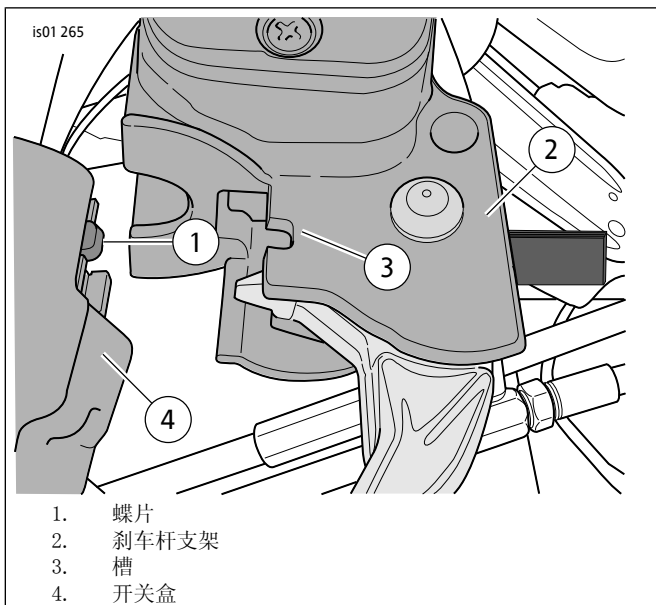

图9。刹车杆支架至开关盒
5. 参见图9。将刹车杆/主缸组件定位于开关盒组件(4)内侧,使下部开关盒上的蝶片(1)卡入刹车杆支架(2)顶部的槽(3)中。